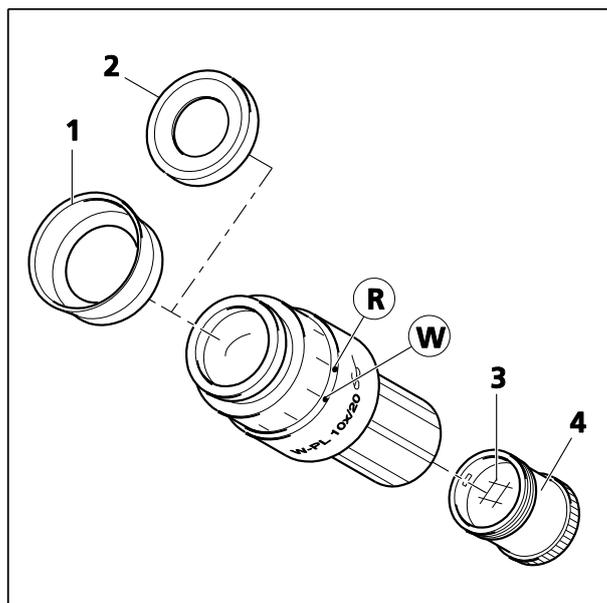

Fig. 7 Insertion du réticule de l'oculaire
Les oculaires sont dotés d'anneaux de protection en caoutchouc pour éviter que les lentilles ne soient rayées. Ils peuvent être remplacés par des œillets rabattables (Fig. 7/1), selon les besoins.
- Retirer les anneaux de protection des lunettes (Fig. 7/2) des oculaires et fixer les œillets (Fig. 7/1).
- Dévisser le support existant (Fig. 7/4) avec le réticule de l'oculaire sans exercer de forte pression radiale sur l'unité de diaphragme afin d'éviter toute déformation et tout blocage.
- Le remplacer par un nouveau support contenant le réticule de l'oculaire (Fig. 7/3) requis.
Le léger décalage de l'image causé par la trajectoire supplémentaire à travers le verre est pris en compte sur l'échelle dioptrique du fait que la position du point zéro n'est pas indiquée par le point blanc (Fig. 7/W) mais par le point rouge (Fig. 7/R).
Dans l'oculaire W-PL 10x/23 Br. foc. (455043-0000-000) et E-PL 10x/20 Br. foc. (444132-9902-000) les réticules d'oculaires (Fig. 7/3) ont été collés sur des montures à vis pour un remplacement aisé (Fig. 7/4). Les montures complètes avec réticules collés peuvent être commandées directement auprès de Zeiss.